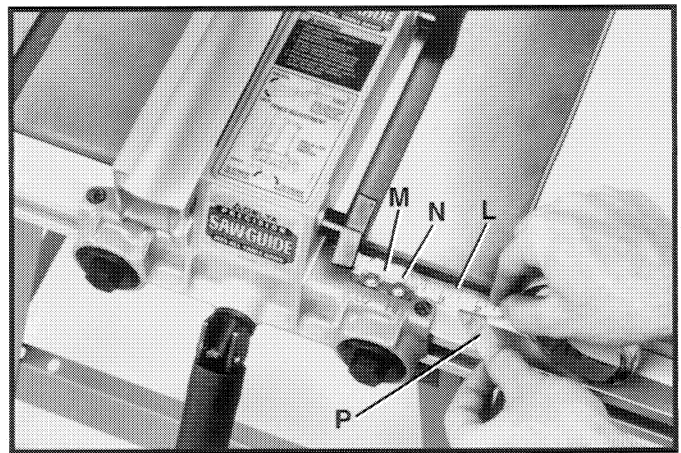

Fig. 56
2. Despegue aproximadamente 1 ó 2 pulg. de respaldo adhesivo (P) Fig. 56 desde la escala de medida (L) y cuidadosamente coloque la escala bajo el cursor (M) hasta que la marca cero en la escala (L) quede alineada con la línea derecha de testigo (N) en el cursor. **AVISO:** La línea de testigo (N) Fig. 56 indica la distancia entre la guía y la hoja cuando la guía se encuentra en la posición **vertical** (alta).
3. Siga desprendiendo el respaldo adhesivo (P) Fig. 56 de la escala (N) mientras que aplica y oprime sobre la escala a lo largo de la extensión completa del riel.